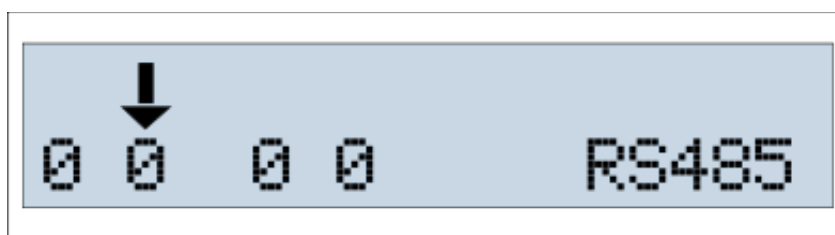

Рис. 11
2. **RS485** (0) - Режим вывода данных в формате RS485 (рис. 11).